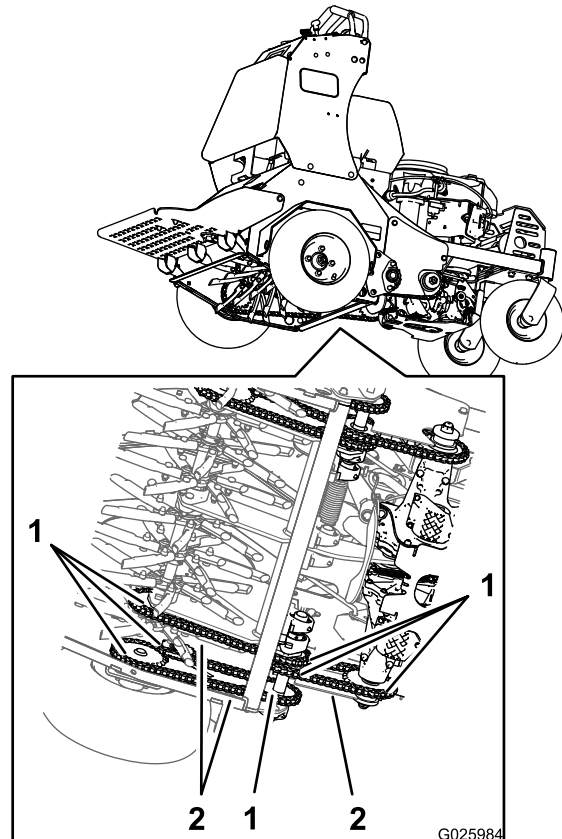

Figura 16
2. Inspeccione los piñones en busca de desgaste y cámbielos si es necesario (Figura 16).
2. Compruebe la tensión de las cadenas (Figura 16) en los dos lados de la máquina.
5. Con el motor en marcha, mueva lentamente las palancas de control de movimiento hacia adelante y lubrique las seis cadenas (Figura 16).